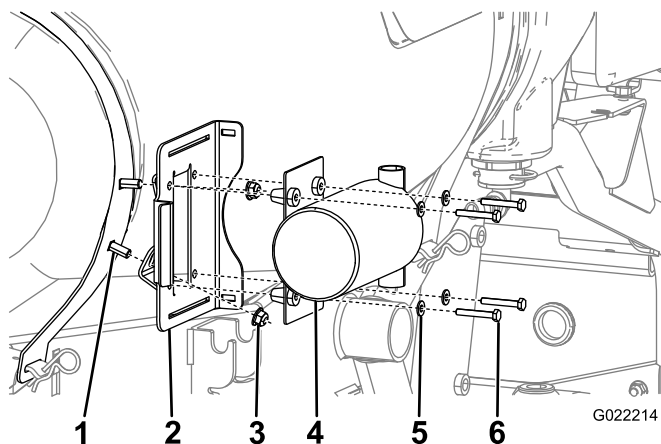

Figura 9
4. Ligue o suporte de montagem da bomba de lavagem nos parafusos de carroçaria previamente instalados utilizando duas porcas flangeadas (Figura 9).
6. Prenda a bomba à estrutura utilizando quatro parafusos e quatro anilhas pequenas (Figura 9).